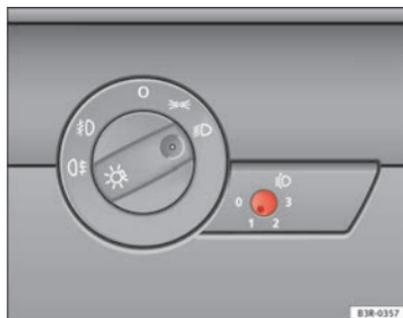

Fig. 88 Dispositif de réglage du site des projecteurs
- Appuyez brièvement sur le bouton  ⇒ fig. 88 afin de le dégager de sa position de réglage.